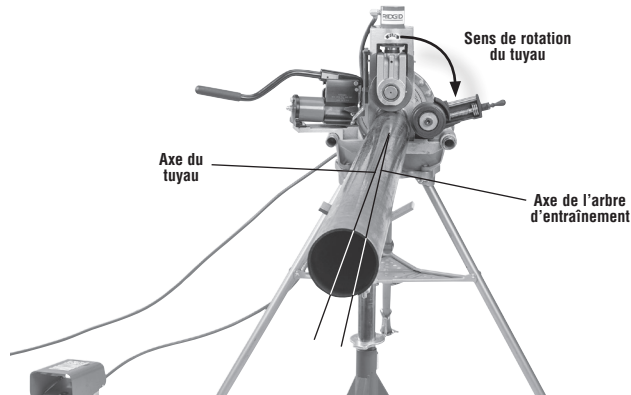

Figure 2 – Déport du tuyau sur 1/2o vers l'utilisateur (exagéré pour clarté)
2. Déportez légèrement le tuyau et les porte-tubes d'environ 1/2 degré (approximativement 1 pouce à une distance de 10 pieds de la rainureuse) vers l'utilisateur. La position relative du tuyau vis-à-vis de la rainureuse aide à maintenir son tracé en cours de rainurage (Figure 2). Il s'agit là du déport approprié lorsque le système d'entraînement tourne en marche arrière (REV) et que le stabilisateur est utilisé.